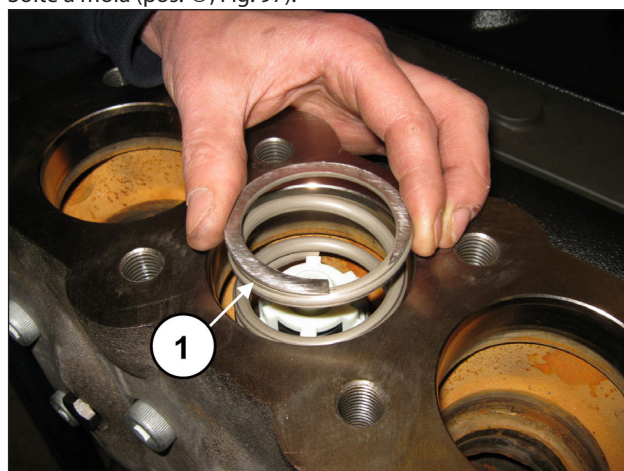

Fig. 97
Solte a mola (pos. ①, Fig. 97).